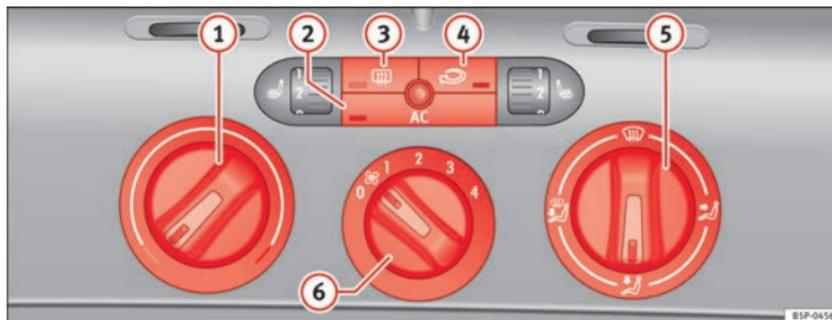

Fig. 131 Mandos del Climatic en el tablero de instrumentos
- Gire el regulador de la temperatura ⇒ fig. 131 ① hacia la derecha hasta alcanzar el grado de calefacción deseado.